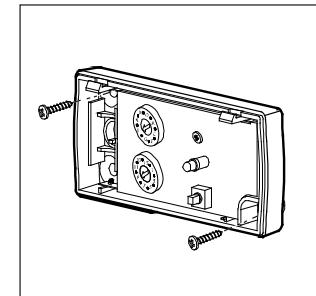

Fig. 5
- Benyt en stjerneskruetrækker til at løsne overdel på tryk. Fig. 5.
- Montér bunddel horisontalt på det ønskede sted, med to skruer. Fig. 5.